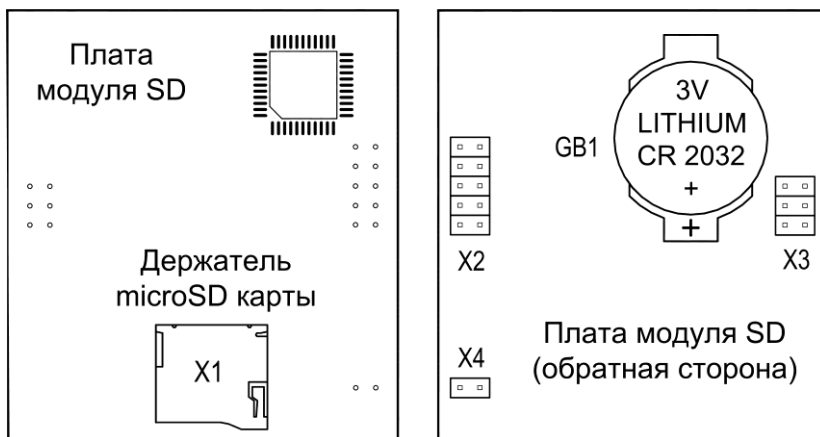

Рис.10 Плата модуля SD
Внимание! Все действия необходимо производить аккуратно, чтобы не повредить электронные компоненты на платах сигнализатора и модуля SD. При работе с платой сигнализатора не касаться руками объектива фотокамеры и пирозлемента (находится под линзой). При установке модуля SD на место, внимательно следить за правильностью подключения разъемов X2, X3 и X4 (рис.10) к плате сигнализатора (все штырьки должны быть подключены!).
- отсоедините плату модуля SD от платы сигнализатора (подключена с помощью разъемов X2, X3 и X4 – см. рис.10). На обратной стороне платы модуля SD расположена батарея питания часов реального времени (рис.10);